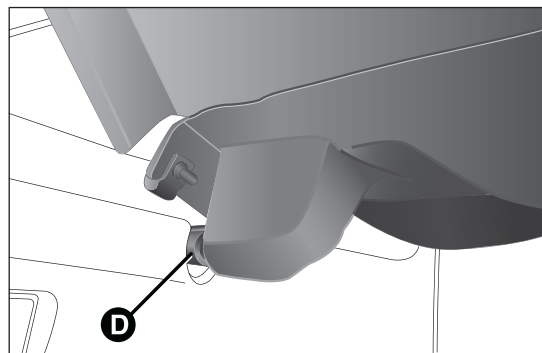

fig. 83
- dégager les axes D fig. 83 situés à l'extérieur de la tablette, puis déposer la plage arrière B en la tirant vers le haut;